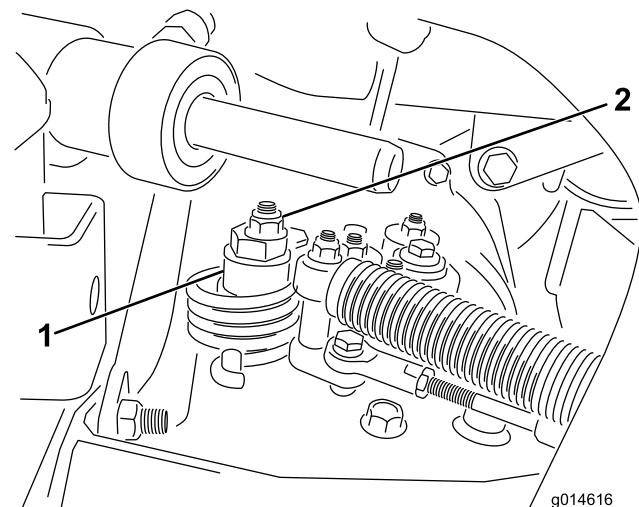

図 46
A. 偏芯ナットをハイドロstattt上部に止めているナットをゆるめる図 46。
- C. どちらにも車輪が回らないように偏芯ナットを回して調整する。調整ができたら固定ナットを締める図 46。スロットル SLOW およびFAST 位置で調整が正しいことを確認する。